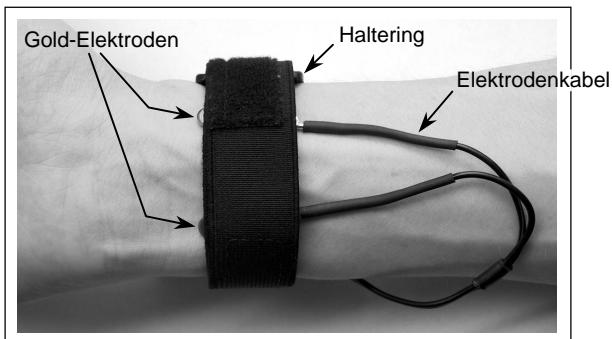

Abbildung 3: Armband anlegen und Elektrodenkabel an die beiden Gold-Elektroden anschließen.
- 3. Schritt:** Armband anlegen und darauf achten, dass die Elektroden auf der mit Leitgel bestrichenen Fläche liegen. Dann das Elektrodenkabel an die Gold-Elektroden anschließen. Das Armband soll nicht zu straff, sondern bequem sitzen (**Abb. 3**).